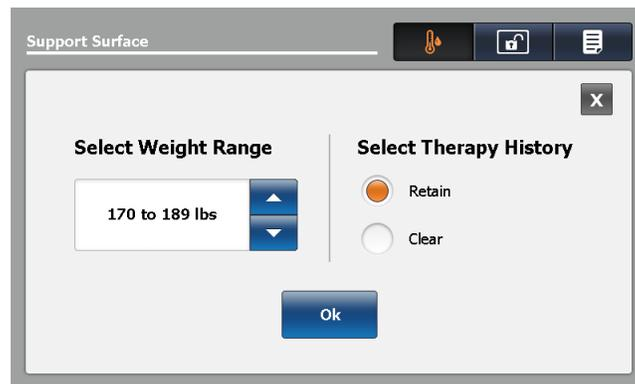

Figure 48 : Écran des réglages de la surface
1. Toucher les flèches haut/bas pour sélectionner la plage de poids voulue (Figure 48 à la page 66).
Toucher **Retain** (Conserver) pour conserver l'historique de traitement (voir Figure 48 à la page 66).
Toucher **Clear** (Effacer) pour supprimer l'historique de traitement (voir Figure 48 à la page 66).